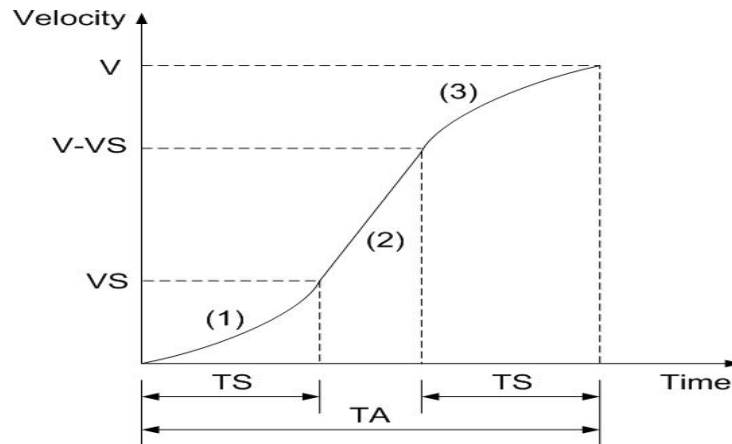

Fig.0-19 局部的 S-曲線加減速
局部的 S-曲線由三個部份組成((1), (2), (3) in Fig. 0-19): 一個直線和兩個 S-曲線，曲線 (1) 和(3)部份是 S-曲線加速，(2)是直線加速是直線加速部份，整個運動的時間定義為 TA ，而直線加速的時間是 $TA - (2 \times TS)$ 。